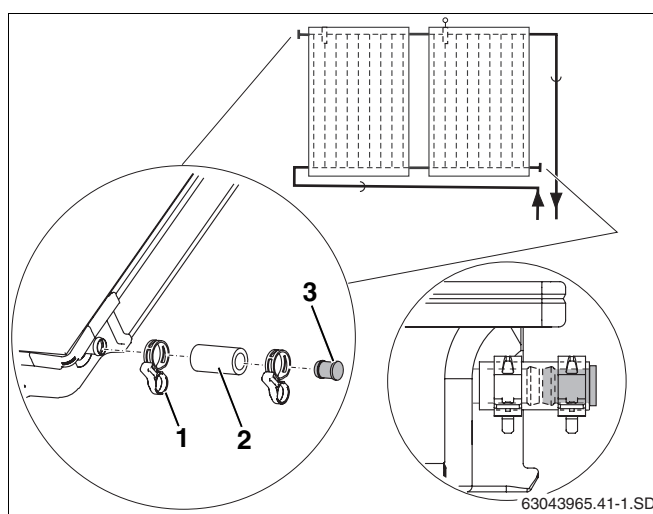

Рис. 40 Установка заглушек и пружинных хомутов
- Надеть шланги 55 мм (рис. 40, поз. 2) с предварительно установленными на них заглушками на оба свободных штуцера поля коллекторов.